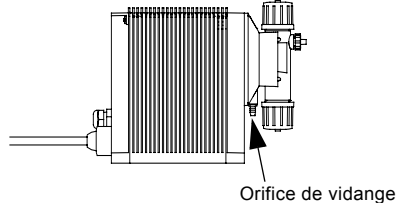

Fig. 1 Position de l'orifice de vidange
- S'assurer que l'orifice de vidange de la tête de dosage pointe vers le bas, voir la fig. 1.